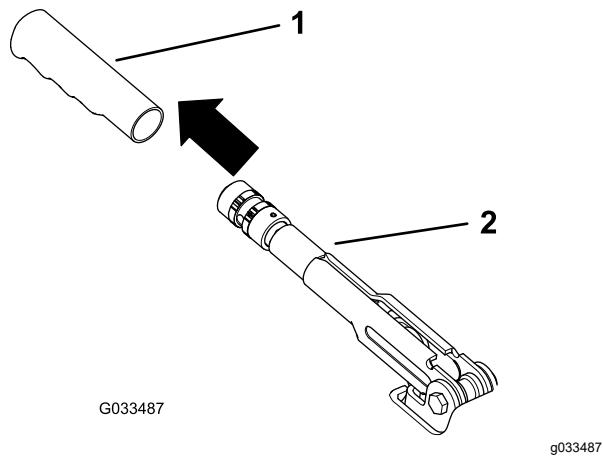

Figure 63
1. Enlevez la poignée en caoutchouc du levier de frein de stationnement (Figure 63).